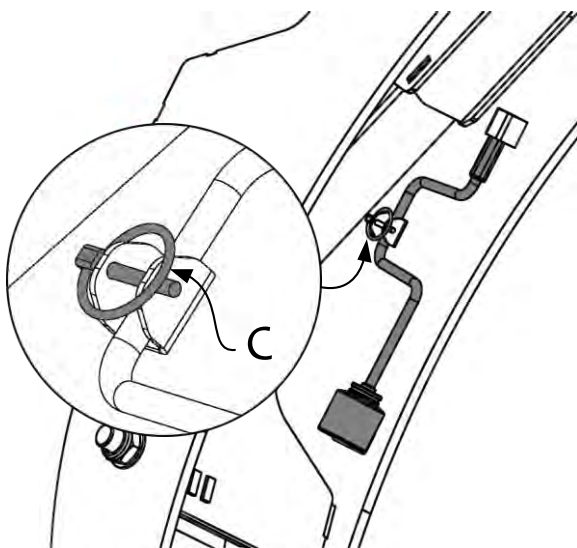

Fig. 2
2. Retirez la goupille d'arrêt (voir l'illustration détaillée à la Fig. 2) de la manivelle de réglage (C).
Retirer la manivelle de réglage (C) de l'appareil (Fig. 2).
4. tourner la trappe de verrouillage (D) vers le haut sur la vis de réglage (E)